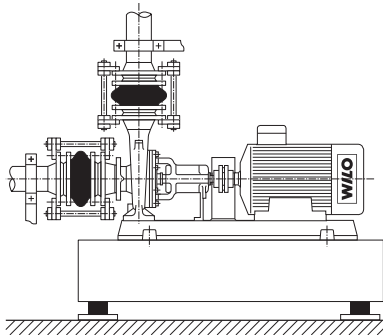

fig. 10: Spänningsfri anslutning av pumpen
- Rörledningarna får inte överföra några krafter till pumpen. De ska fångas upp omedelbart före pumpen och anslutas spänningsfritt (se fig. 10).
- Rörledningarnas uttänjning vid temperaturökning ska kompenseras med lämpliga åtgärder (se fig. 10). Undvik luftintag i rörledningarna med lämpliga installationer.